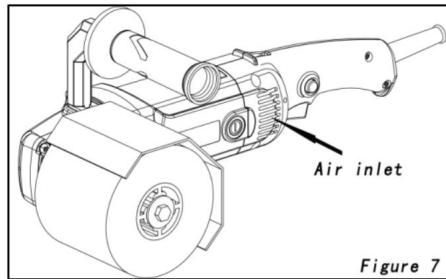

Figure 7
- Le nettoyage propre et le nettoyage sont nettoyé pour plus de sécurité opération (Figure 7).